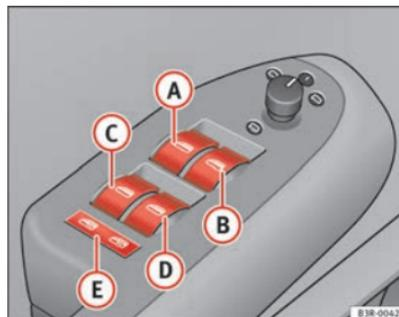

Fig. 79 Dettaglio della porta del conducente: Comandi
- (A)** Interruttore ⇒ fig. 79 per il finestrino della porta del conducente
- (B)** Interruttore per il finestrino della porta del passeggero
Con l'interruttore di sicurezza => pag. 112, fig. 79 **E** si possono disattivare gli interruttori delle porte posteriori. Così si possono azionare i finestrini dai sedili posteriori soltanto se l'interruttore è premuto.